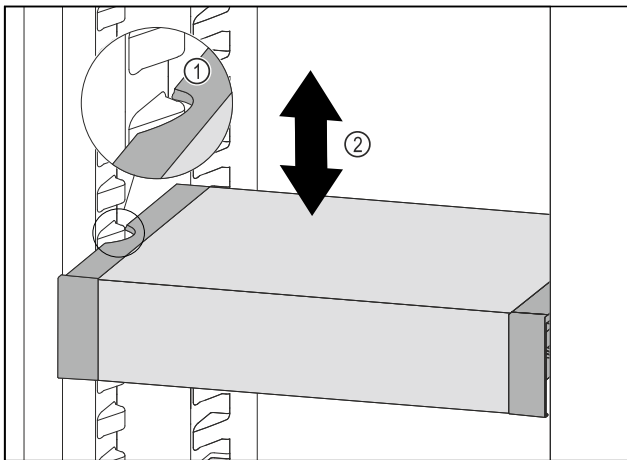

Fig. 180
- VarioSafe nach vorne ziehen, bis sich die seitlichen Aussparungen des VarioSafes auf Höhe der Behälterrippe im Kühlteil befinden. Fig. 180 (1)
- VarioSafe im Kühlteil nach oben oder unten bewegen, bis gewünschte Höhe erreicht ist. Fig. 180 (2)